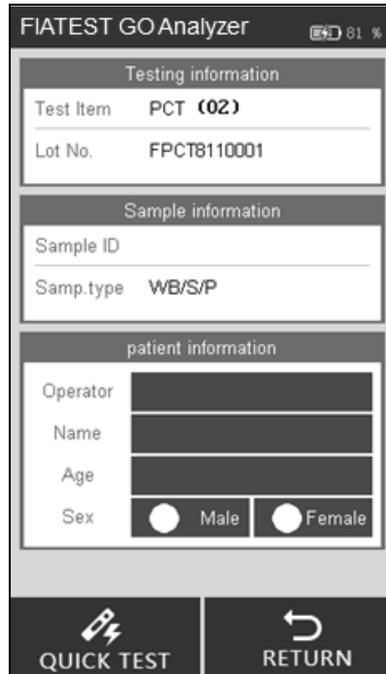

Fig 28
Paso 3: Toque “QUICK TEST” o apriete el botón de inicio para cambiar a la interfaz de prueba. (Ref Fig 28)